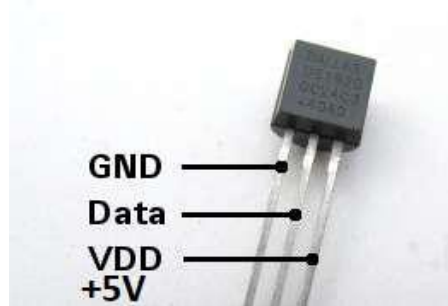

Рис. 1 – Призначення виводів датчика температура DS18S20
1. Скласти макет згідно завданню (рис. 1).